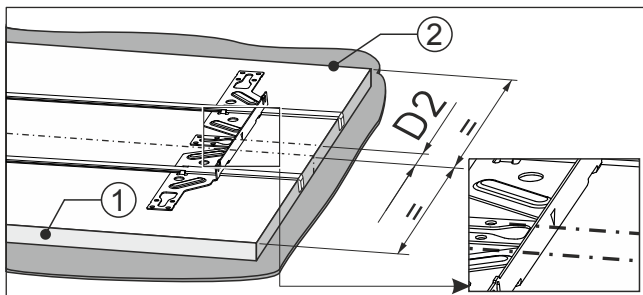

Fig. 97
- ▶ Oznaka montažne prečke je na oznaci Fig. 97 (D2).